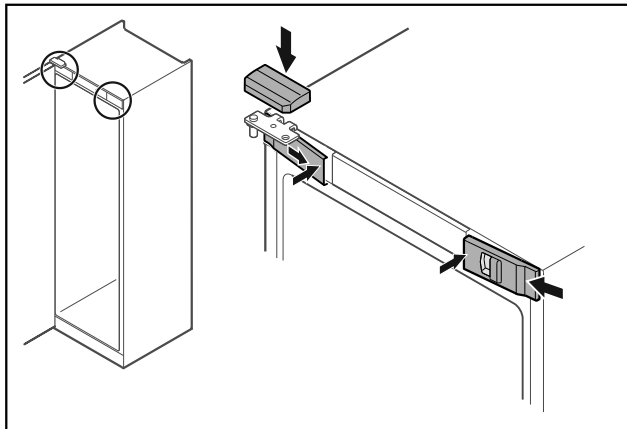

Fig. 50
- ▶ Bočno zakvačite prednje poklopce Fig. 50 (1) i uglavite ih iznutra.
- ▶ Uglavite gornji poklopac Fig. 50 (2) odozgo.